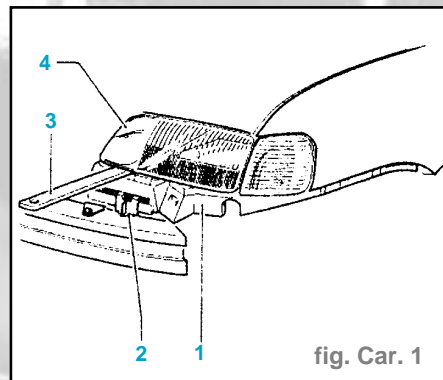

fig. Car. 1
- Régler la pièce de guide (fig. Car. 1)
- Régler le coulisseau -2- de la pièce de guidage -1- de telle façon qu'un interstice de 2 mm se forme entre le phare -4- et l'arrête supérieure de la pièce de guidage -1- (-3- outil spécial 3371) (fig. Car. 1).